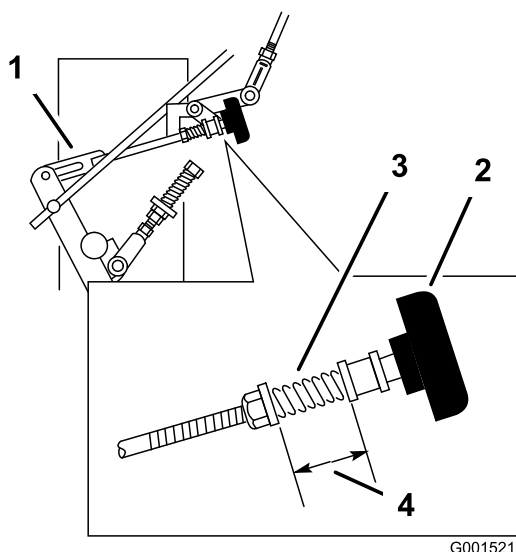

Figure 40
3. Réglez la timonerie droite en tournant le bouton Quick-Track dans le sens anti-horaire jusqu'à ce que la roue commence à tourner en avant (Figure 40).
Répétez cette opération jusqu'à ce que la roue droite arrête de tourner en avant (Figure 40).
- Le ressort qui maintient la tension sur le bouton n'a normalement pas besoin d'être réglé. Toutefois, si un réglage est nécessaire, réglez la longueur du ressort à 26 mm (1 po) entre les rondelles (Figure 40).
- Réglez la longueur du ressort en tournant l'écrou situé à l'avant du ressort (Figure 40).